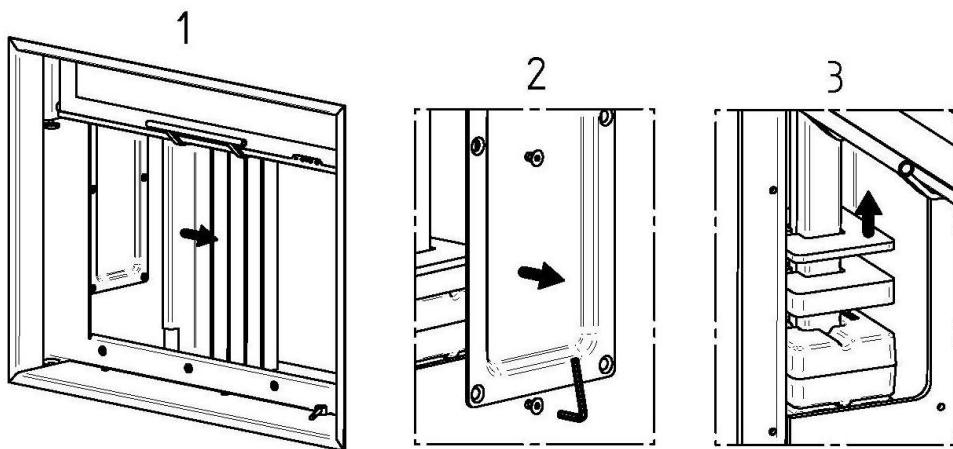

Рис. 10
- Регулировка подъемного механизма (Рис. 10)**